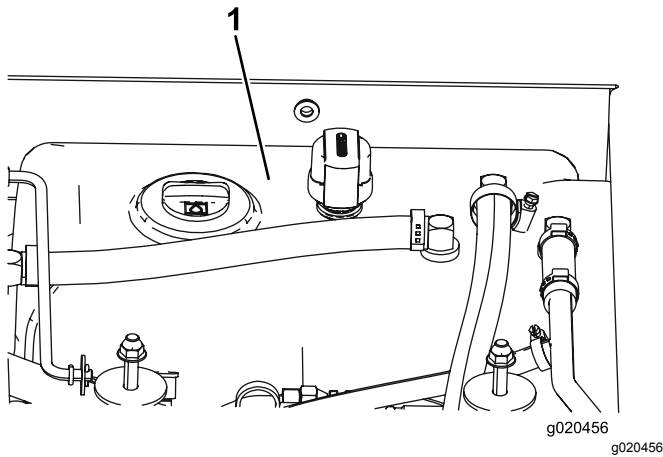

Bild 96
- Füllen Sie den Hydraulikbehälter (Bild 96) mit Hydrauliköl, siehe Prüfen des Hydrauliköls (Seite 69).